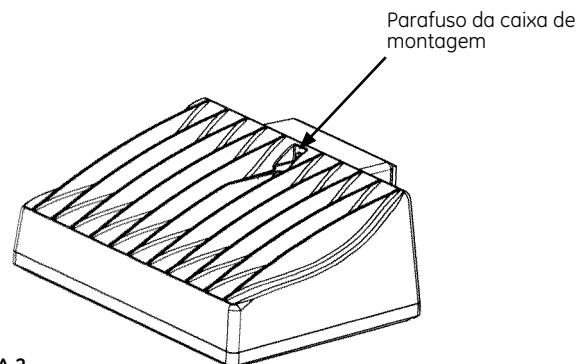

FIGURA 2
- Remova a caixa de montagem traseiro soltando o parafuso único na parte da frente da unidade e deslizando a caixa de montagem para baixo e para fora do gancho montagem (ver Figura 2).